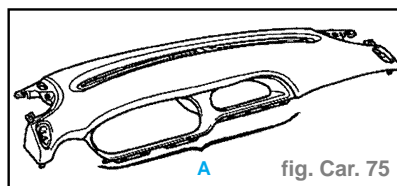

fig. Car. 75
- Déclipser la partie (A), en la soulevant à la main, puis tirer l'ensemble vers soi. (fig. Car. 75).